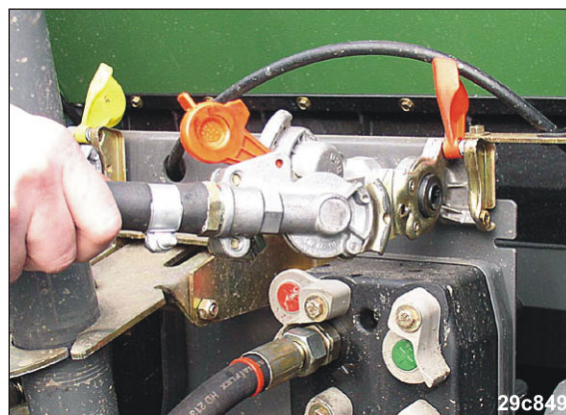

Рис. 132
2. Отсоедините соединительную головку (Рис. 132) питающей магистрали (красного цвета).